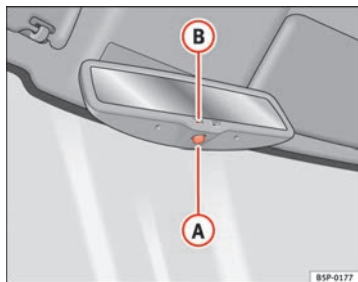

Abb. 90 Automatisch abblendbarer Innenspiegel
- Drücken Sie die Taste **A** ⇒ Abb. 90. Die Kontrollleuchte **B** erlischt.
- Drücken Sie die Taste **A** ⇒ Abb. 90. Die Kontrollleuchte leuchtet auf.